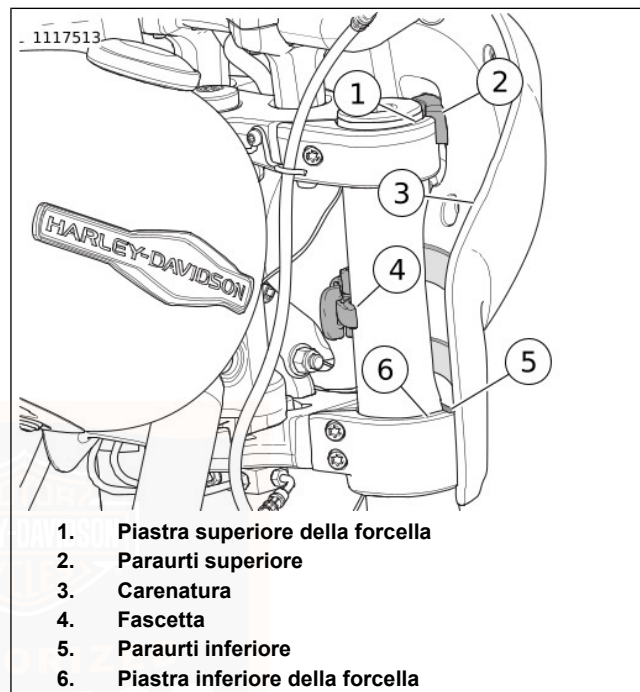

Figura 37. Carenatura installata
1. Vedere Figura 37. Rimuovere la carenatura.
- Aprire i morsetti (4).
- Mettersi a cavalcioni del parafango. Sollevare la carenatura (3) verso l'alto sopra il faro anteriore.
- b. Aprire i morsetti (4).
- c. Mettersi a cavalcioni sul parafranco anteriore. Collocare la carenatura sopra al faro anteriore e sulle forcelle (5).
- d. Vedere Figura 37. Collocare il paraurti (2) sulla piastra superiore della forcella (1).
- e. Verificare che il paraurti inferiore (5) sia collocato sulla piastra inferiore della forcella (6).